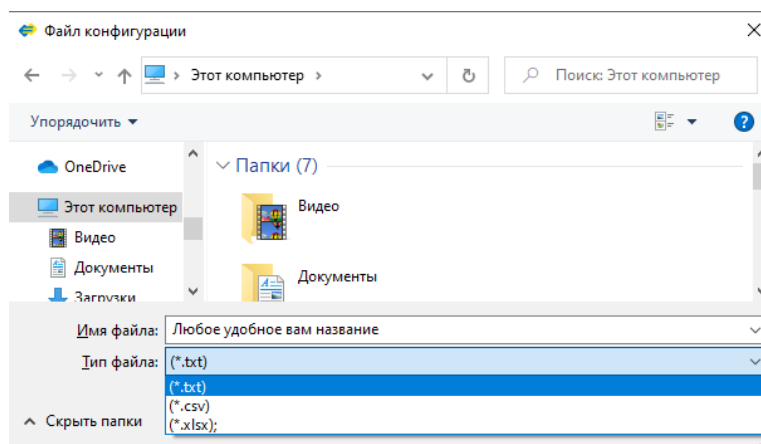

Рис. 17. Сохранение файла архива.
3. Для скачивания архива, следует нажать и отпустить кнопку «Скачать архив», далее появится окно как показано на Рис. 17, в котором следует выбрать файл или создать новый и выбрать его расширение.